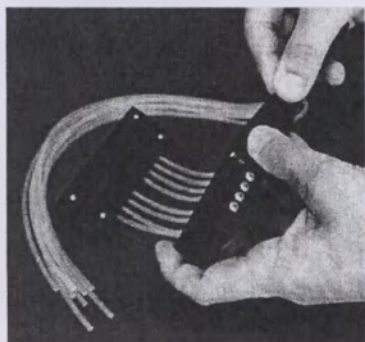

Рисунок 5-43. Установка крышки на калибровочные винты
2. дадите четыре винта для крепления крышки в нижней части кассеты для диспенсирования; трубки с креплениями и коллектор наконечников с наконечниками; три винта для крепления крышки в верхней части кассеты; две проволоки для ограничения натяжения; калибровочные винты (рисунок 5-43) и трубки с креплениями. Сохраните калибровочные винты и белую тефлоновую утяжеляющую пластинку для трубок, для того чтобы установить новый комплект трубок.
15. Вставьте крышку калибровочных винтов, слегка подняв ее или согнув (рисунок 5-43).